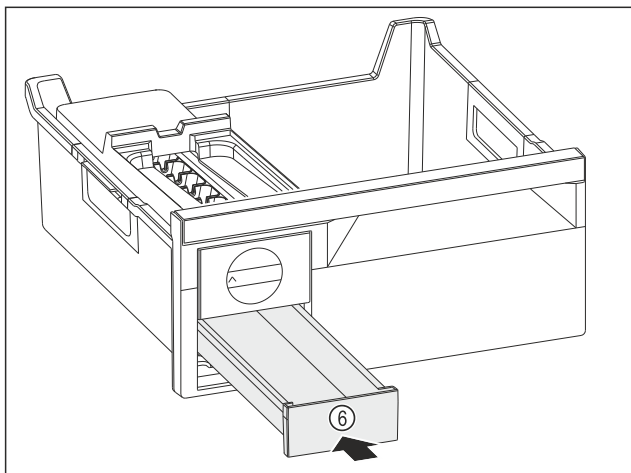

Fig. 87
- ▶ Вкарайте чекмеджето за ледени кубчета Fig. 87 (6).